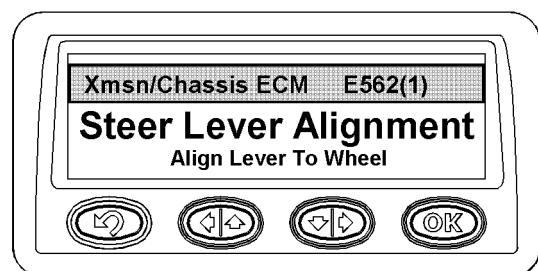

Ilustración 83
Para activar el control de dirección, la palanca universal izquierda debe estar alineada con relación al ángulo de dirección de las ruedas delanteras. Si la palanca universal izquierda no está alineada, el indicador de dirección se ilumina y se muestra un "suceso" en el Messenger. Consulte la ilustración 83. Si la palanca universal izquierda no está alineada, no es posible maniobrar la dirección. Desconecte el freno de estacionamiento o haga un cambio a una posición diferente a la posición NEUTRAL, a menos que las condiciones requeridas para la anulación del freno de estacionamiento se hayan cumplido.
- El suceso de alineación de palanca universal desaparece de la pantalla de Messenger. Consulte la ilustración 83.